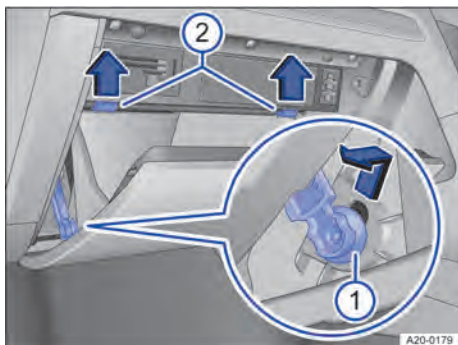

Fig. 191 Cache de la boîte à fusibles dans le tableau de bord : véhicules à direction à droite, côté passager (schéma de principe)
1. Ouvrez la boîte à gants et videz-la si nécessaire → fig. 191.
2. Poussez l'élément de freinage vers le haut dans l'ouverture du support et extrayez-le par le côté → fig. 191 ①.
3. Poussez l'ergot de butée vers le haut dans le sens de la flèche tout en continuant d'ouvrir le rangement → fig. 191 ②.
→ fig. 191 ②.